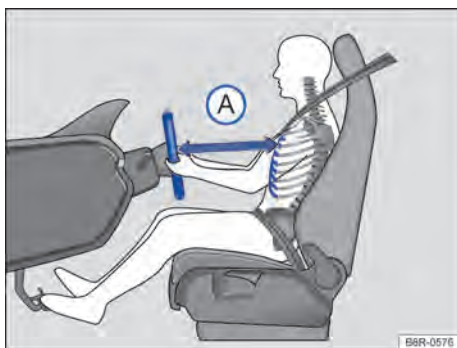
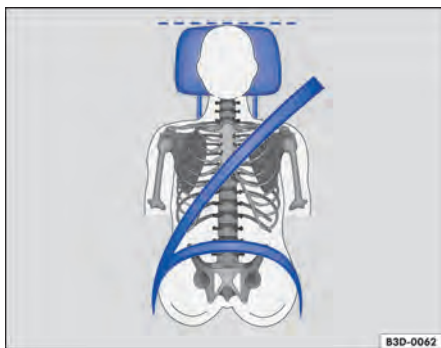

Fig. 33 A distância correta entre o condutor e o volante **A** deve ser de, no mínimo, 25 cm.
Fig. 34 Posição correta do cadarço do cinto de segurança e ajuste correto do apoio para cabeça.
- Ajustar o banco de modo que a distância entre ele e o tórax tenha no mínimo 25 cm → Fig. 33 (A) e que o condutor possa segurar o volante pela borda externa com as duas mãos e os braços ligeiramente dobrados.
- Para os bancos com apoio para cabeça: ajustar o apoio para cabeça de modo que a sua borda superior se encontre preferencialmente na mesma linha da parte superior da cabeça → Fig. 33 e → Fig. 34 – porém não abaixo da altura dos olhos. Posicionar a parte posterior da cabeça o mais perto possível do apoio para cabeça.